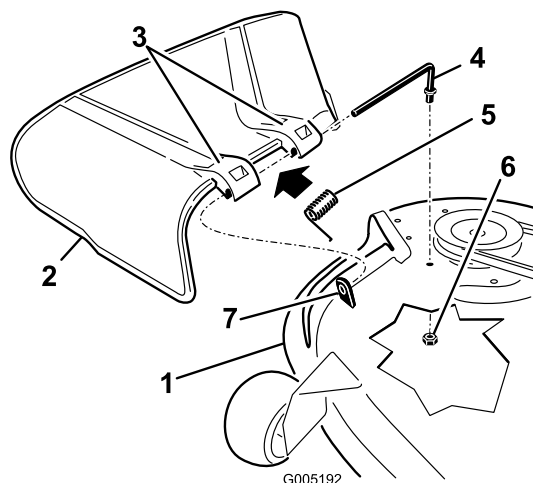

Figura 47
1. Localice los elementos mostrados en la Figura 47.
2. Retire la tuerca (3/8 pulg.) de la varilla (debajo del cortacésped) (Figura 47).
3. Deslice la varilla para retirarla del espaciador corto, de la arandela de freno interna, del muelle y del deflector de hierba (Figura 47). Retire el deflector de hierba dañado o desgastado.
4. Cambie el deflector de hierba y la arandela de freno interna (Figura 47).
6. Coloque el muelle sobre la varilla, con los extremos de los alambres hacia abajo, y entre los soportes del deflector de hierba. Deslice la varilla por el segundo soporte del deflector de hierba y por la arandela de freno interna (Figura 47).
7. Introduzca la varilla, en la parte delantera del deflector de hierba, por el espaciador corto de la plataforma. Fije el extremo trasero de la varilla en el cortacésped con una tuerca (3/8 pulg.) (Figura 47).